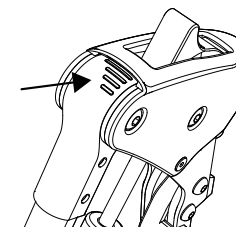

Abb.42
3. Das Strichraster dient zur Orientierung des eingestellten Winkels (Abb. 42).